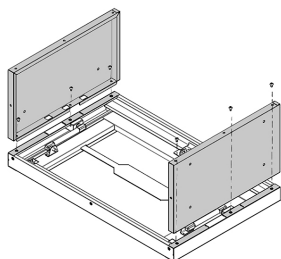

Figure 1.
1. Installez le panneau gauche (n° 4) et le panneau droit (n° 3) sur le panneau avant (n° 2) avec des vis M4 x 10 (n° 1) (fig. 1).